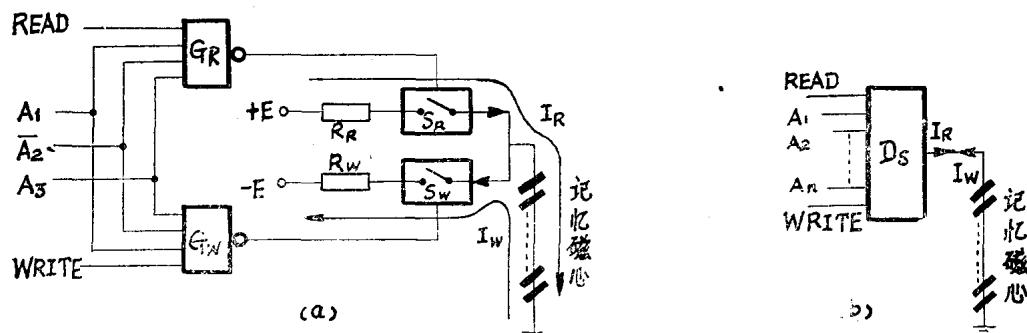

图 10.1.3 译码开关示意图
**驱动线路** 根据地址译码器的输出信号和控制器的“命令”产生驱动电流送入被地址码选中的选择线，进行“读出”或“写入”。图 10.1.3(a) 是译码开关的示意图。这个开关所对
应的地址码为  $A_1 \bar{A}_2 A_3$ , 当地址寄存器的  $A_1$ 、 $\bar{A}_2$ 、 $A_3$  都为高电位即地址码是 101 时, 两个译码的与非门  $G_R$ 、 $G_W$  都处于准备状态, 加上读命令  $READ$ , 则  $G_R$  输出负脉冲, 把读电流开关  $S_R$  接通, 于是产生读电流  $I_R$  通入该地址码的对应的磁心选择线。读脉冲电流结束,  $S_R$  随之关闭。当控制器发出写命令  $WRITE$  时,  $G_W$  输出负脉冲把写电流开关  $S_W$  接通, 则写电流  $I_W$  通入 101 地址所对应的选择线。图 10.1.3(b) 示出简化逻辑图。它是一个带译码的开关  $DS$ 。有两个读、写命令输入端和  $n$  个地址码电位控制端, 一个能输出双向电流的输出端。